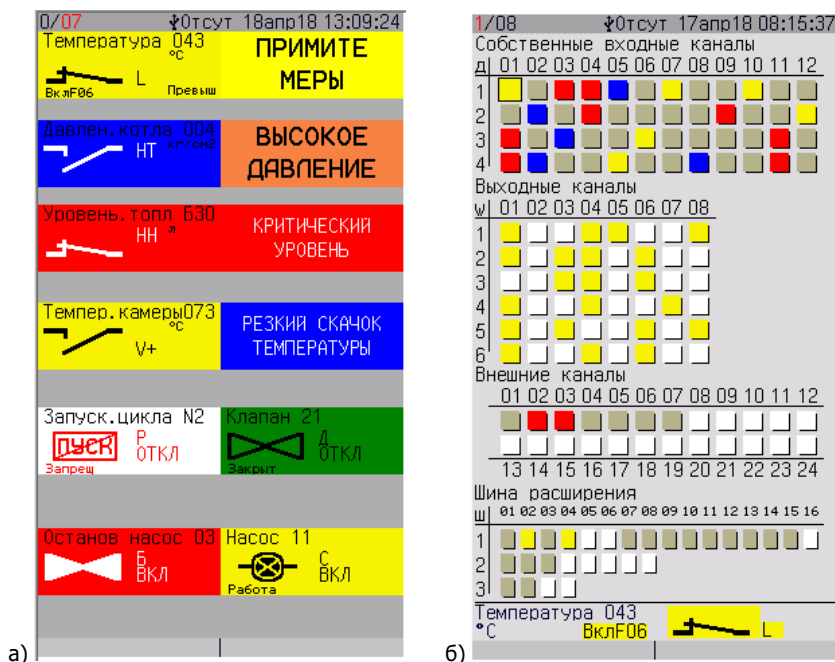

Рис. 8.2. Экран режима МНЕМОСХЕМЫ (а) и ПАНЕЛЬ СОСТОЯНИЯ (б)
8.5.6. Примеры рабочих режимов исп. БАЗИС-35.ЦС Контроллера приведен на рис. 8.2.